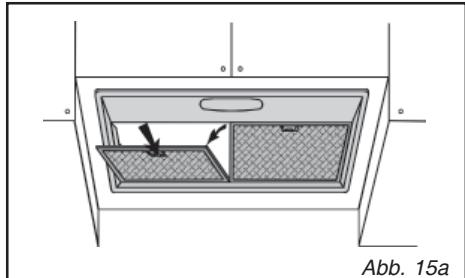

Abb. 15a
• Ausbau des Fettfilters (Abb. 15a-15b)